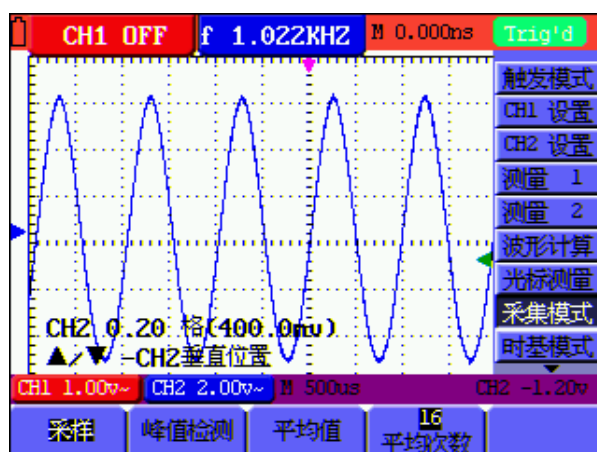

图 13: 平均值采样方式
3. 按 **F3** 键，选择 **平均值**，再按 **F4** 键，选择 **平均次数 16** 次。这时会平均 16 次测量结果显示。见图 13：